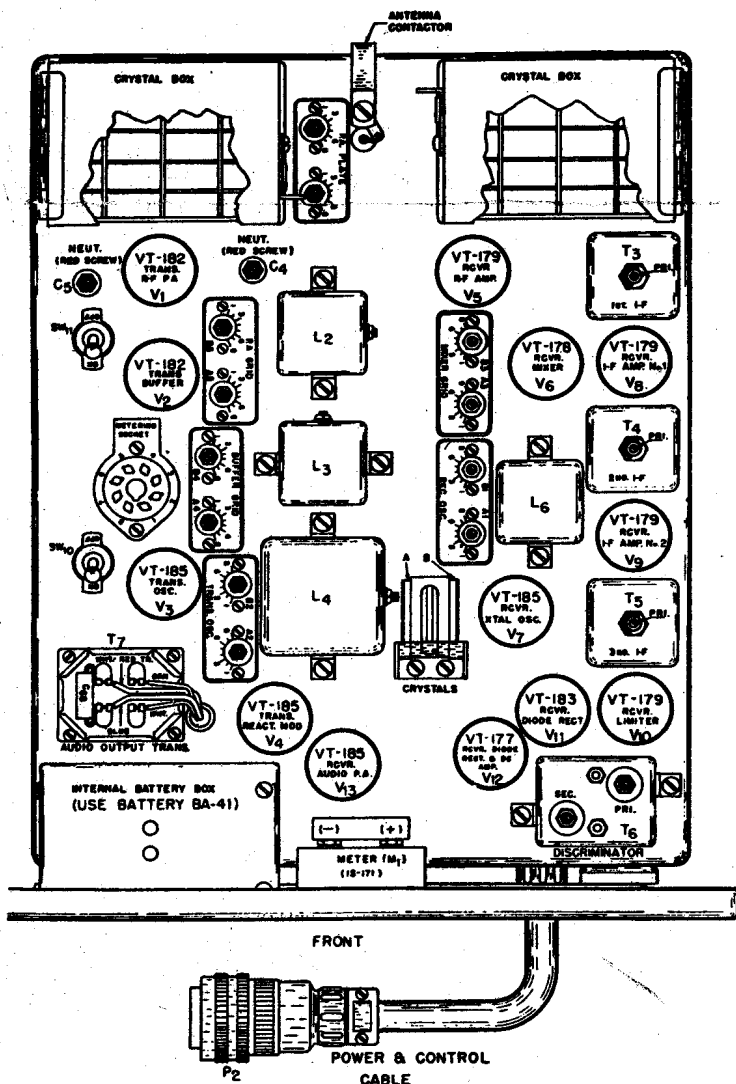

Fig. 1. — BC620, vue de dessous.
**Émetteur :** à quatre étages (Fig. 1).